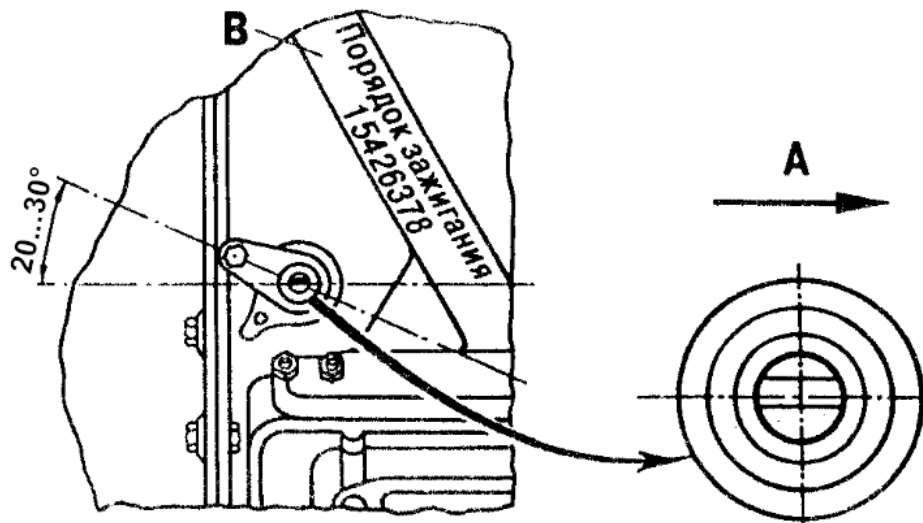

Рис.37. Установка привода распределителя:
3. Закрепить корпус привода держателем и гайкой так, чтобы кронштейн с резьбовым отверстием, имеющийся на корпусе привода, был направлен назад, считая по ходу автобуса, и повернут, примерно, на 20...30° влево по часовой стрелке от продольной оси двигателя, как показано на рис.37.